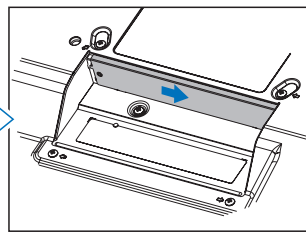
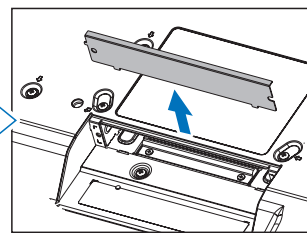

Figura 2
Figura 3
3. Afloje los tornillos para extraer la cubierta acoplada de la ranura (**Figura 1**), deslizando hacia la derecha (**Figura 2**) y hacia arriba (**Figura 3**).